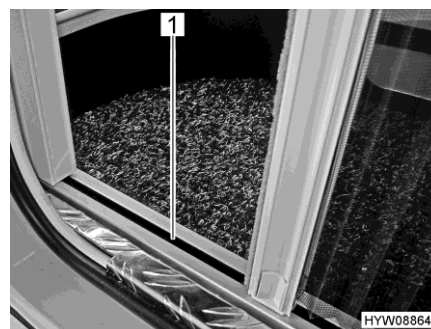

Fig. 38 Moustiquaire (guidage inférieur)
- ▷ Saisir la barre-poignée des deux mains pour fermer et ouvrir. Cela réduit le risque que la moustiquaire se coince dans les guidages (Fig. 38,1).